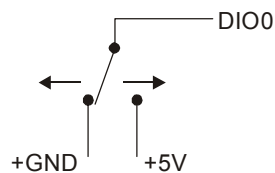

Abb. 3-10. Erkennung der Schalterstellung durch den digitalen Kanal DIO0
Wenn die digitalen Anschlüsse als Eingang konfiguriert sind, kann der Zustand der TTL-Eingänge über die digitalen E/A-Anschlüsse des ME-RedLab-5203 überwacht werden. In Abbildung 3-10 finden Sie eine schematische Darstellung. Wenn Sie den Schalter auf den +5V-Eingang legen, liest DIO0 *WAHR* (1). Wird der Schalter auf GND gestellt, liest DIO0 *FALSCH* (0).